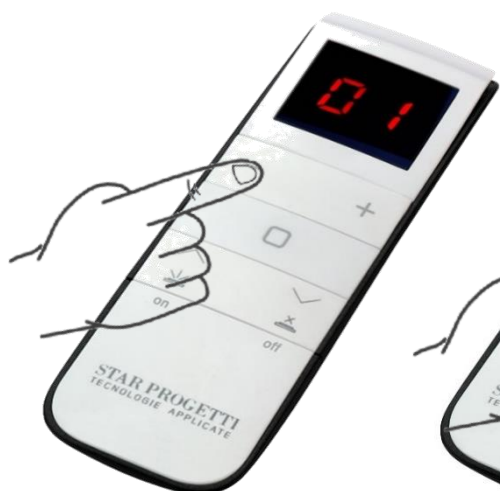

Fig.6
- En 10 segundos, utilice los botones “+” y “-” para seleccionar el canal [1-12] elegido para la asignación. Ejemplo «canal 1» en Fig. 6.